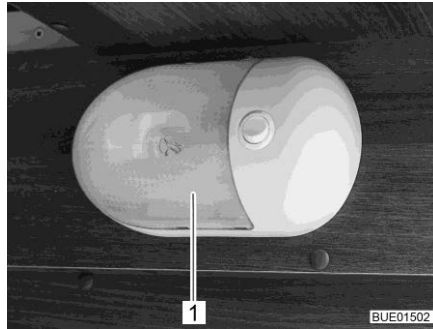

Fig. 315 Lampada a parete
- Comprimere leggermente sui due lati la copertura trasparente (Fig. 315,1), staccarla appena dall'interruttore e tirarla in avanti.